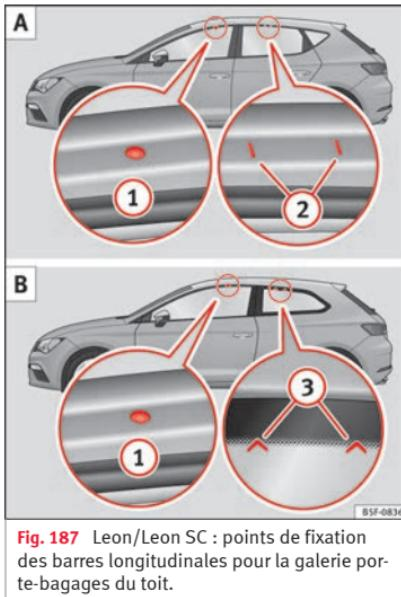

Fig. 187 Leon/Leon SC : points de fixation des barres longitudinales pour la galerie porte-bagages du toit.
Les points de fixation avant et arrière ① et ② peuvent uniquement se voir avec les portes ouvertes » **fig. 187 A.**
Les points de fixation avant **①** sont uniquement visibles lorsque les portes sont ouvertes. Les points de fixation arrière **③** sont marqués sur le bord supérieur de la vitre latérale avec les pointes de flèche »» **fig. 187 B.**